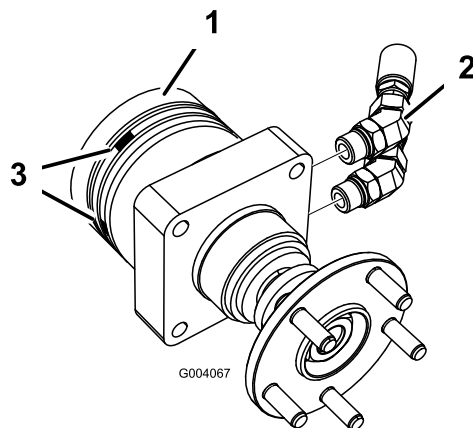

Figura 2
4. Instale dois encaixes hidráulicos de 45 graus em cada conjunto do motor da roda (Figura 2). Posicione os encaixes para que apontem diretamente para a traseira.